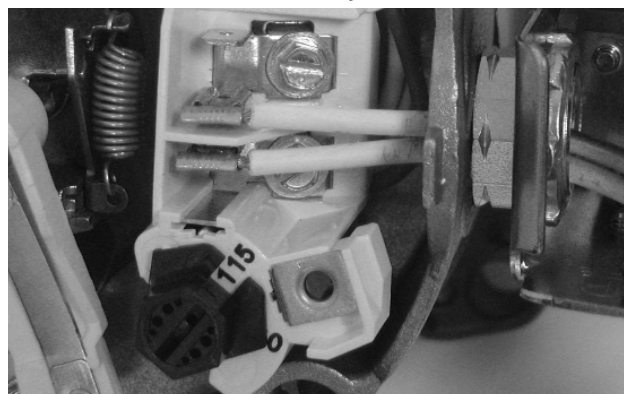

Figure 17 : Tension réglée à 115 V, type de cadran
2. Tournez le cadran dans le sens inverse des aiguilles d'une montre jusqu'à ce que le chiffre 115 soit affiché dans la fenêtre du cadran, comme illustré à la figure 17.